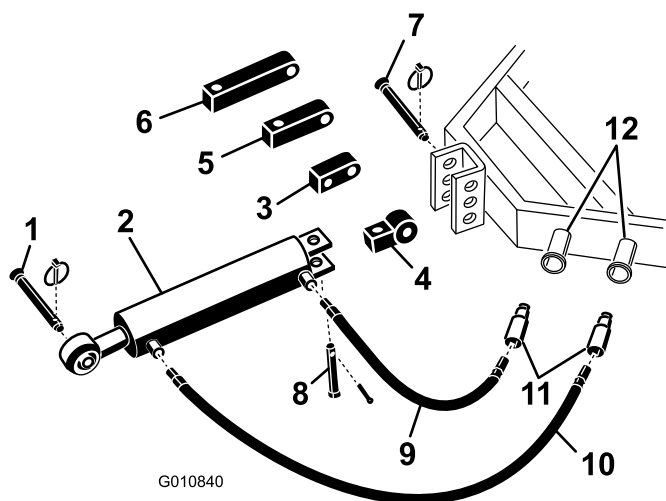

Figura 5
1. Sujete el extremo del brazo hidráulico superior que lleva el soporte de conexión al tractor con los pernos suministrados con el tractor (Figura 5). Coloque el brazo superior hidráulico con el extremo de la varilla hacia el aireador. Los orificios del cilindro deben estar orientados hacia el sistema hidráulico auxiliar del tractor.
Nota: Si es necesario colocar el cilindro hidráulico con los orificios hacia arriba, utilice la barra de giro en lugar de la barra de montaje estándar para posicionar correctamente el cilindro (Figura 5). Puede utilizarse un acoplamiento hidráulico de 90 grados en lugar de la barra de giro (los acoplamientos no están incluidos).
- A. Retire el pasador y la chaveta que sujetan el acoplamiento estándar al cilindro (Figura 5). Retire el acoplamiento del cilindro.
- B. Instale la barra de giro en el cilindro con los pasadores que retiró anteriormente (Figura 5).
3. Conecte el manguito hidráulico de 2,5 pies de largo al conector hidráulico del brazo superior que está más próximo al tractor (Figura 5). Aplique cinta Teflón o sellador de roscas en las roscas del manguito para evitar fugas.
2. Conecte el manguito hidráulico de 3,5 pies de largo al conector hidráulico del brazo superior que está más próximo al aireador (Figura 5). Aplique cinta Teflón
Si el cilindro hidráulico no llega al soporte de montaje del aireador, utilice una barra de extensión en lugar del bloque de montaje estándar para conectar el cilindro al tractor (Figura 5).
- Retire el pasador y la chaveta que sujetan el acoplamiento estándar al cilindro (Figura 5). Retire el acoplamiento del cilindro.
- Instale la barra de extensión de la longitud necesaria en el cilindro con los pasadores que retiró anteriormente (Figura 5).